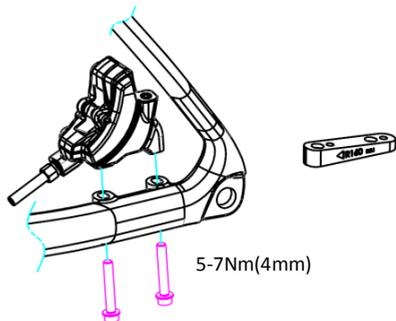

Fig. D-2 锁固卡钳螺丝
- 锁上卡钳固定螺丝. (Fig. D-2), **注意!** 此步骤先不要将螺丝锁紧